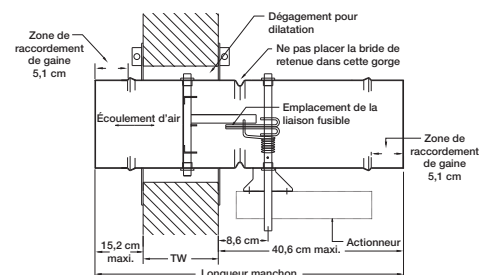

Figure 2 — Dégagements requis (vue de dessus du registre)
- Découper dans le mur/plancher une ouverture qui est supérieure d'un minimum de 2,2 cm (7/8 po) au diamètre extérieur du registre pour permettre sa dilatation en cas de chaleur intense. Voir la Figure 2.
3. Introduire le manchon de registre dans l'ouverture jusqu'à la profondeur qui convient. Voir la profondeur recommandée à la Figure 2.